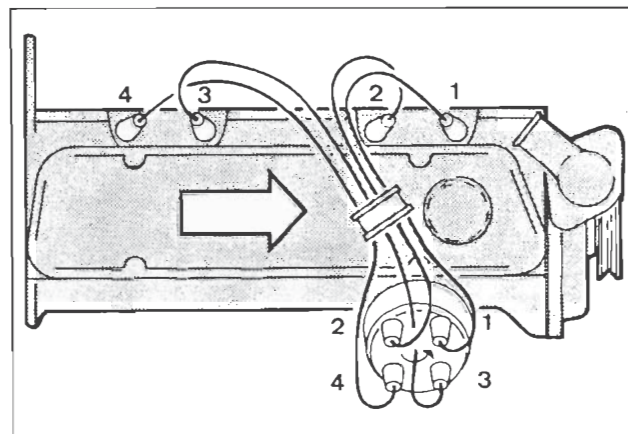

Fig. 5 - Tændkabler (tændingsrækkefølge).
2. Udluft prøveapparatet, indstil kurvebladet til næste cylinder og gentag den procedure, der er beskrevet i pkt. 1, på de øvrige cylindre. Monter tændrørene og forbind tændledningerne, Fig. 5.